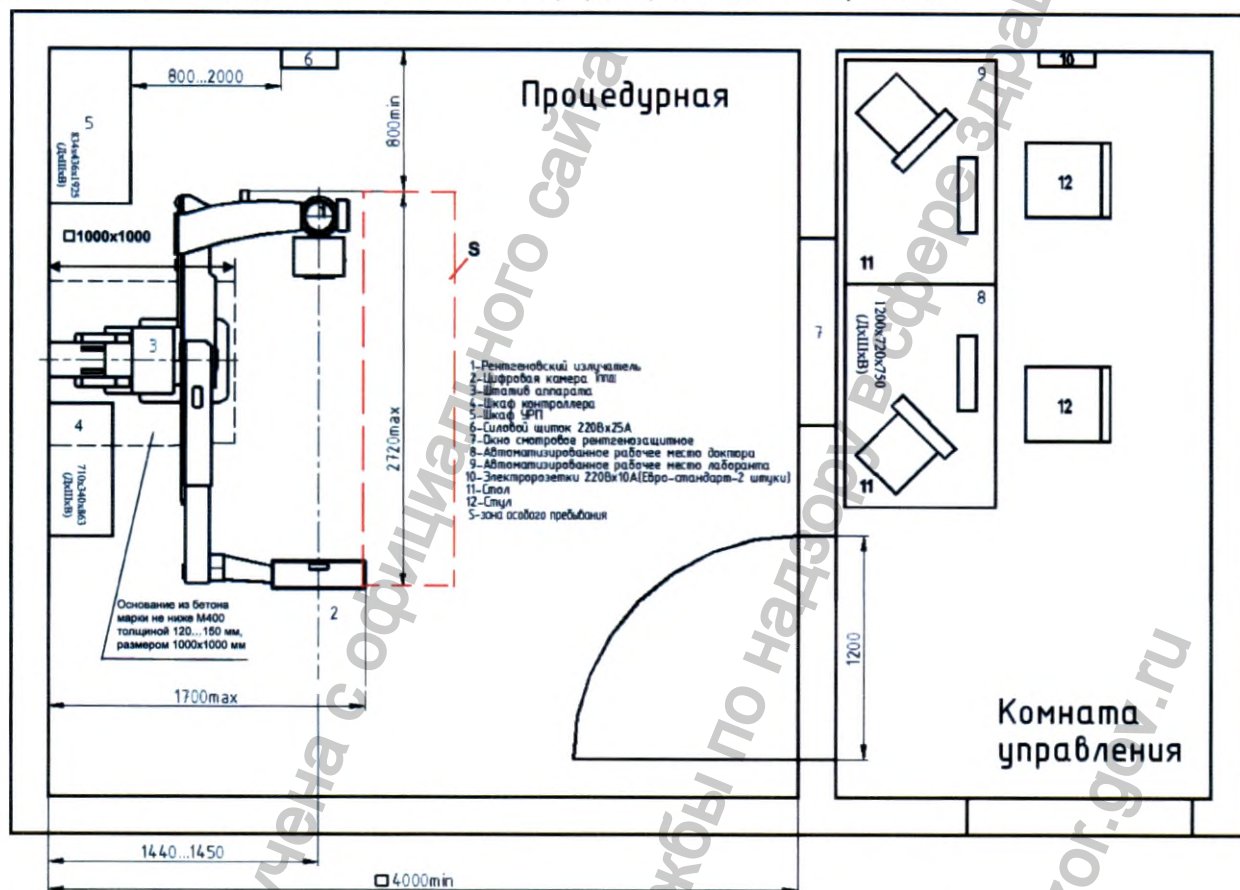

Рисунок 5.1 – Рекомендуемый типовой план размещения аппарата АРЦ-РП (ПроГраф) в рентгеновском кабинете
4.5 Управление аппаратом осуществляется из защитной зоны с помощью автоматизированного рабочего места (АРМ1), выполняющего роль пульта управления аппарата (рис.2), оснащенного программным обеспечением ПО «ПроГраф» разработки АО "РЕНТГЕНПРОМ". АРМ1 размещается в комнате управления. Наблюдение оператора за пациентом осуществляется через смотровое рентгенозащитное стекло. АРМ2 может размещаться непосредственно в кабинете рентгенолога (рис.5.1). В процедурной находится особая зона пребывания (рис.5.1 – S зона особого пребывания), значение максимально допустимой воздушной кермы за 1 час представлено в таблице 2.
Рекомендуемый план рентгеновского кабинета на базе аппарата ПроГраф-РП исполнение 1 с цифровой обработкой информации показан на рис.5.1.